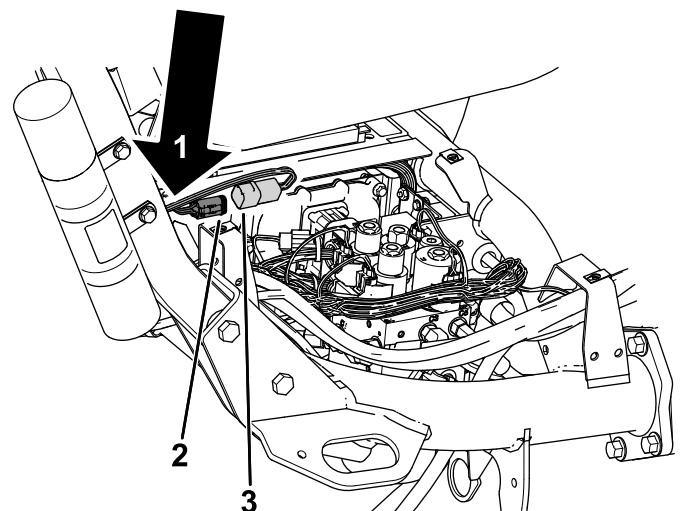

Bild 11
5. Verlegen Sie den Kabelbaum am Überrollbügel entlang und schließen Sie den mit P01 gekennzeichneten Anschluss des Kabelbaums an den mit P49 gekennzeichneten Anschluss des Maschinenkabelbaums an (Bild 11).
6. Befestigen Sie den Telematikkabelbaum mit einem Kabelbinder am Hauptkabelbaum (Bild 11).